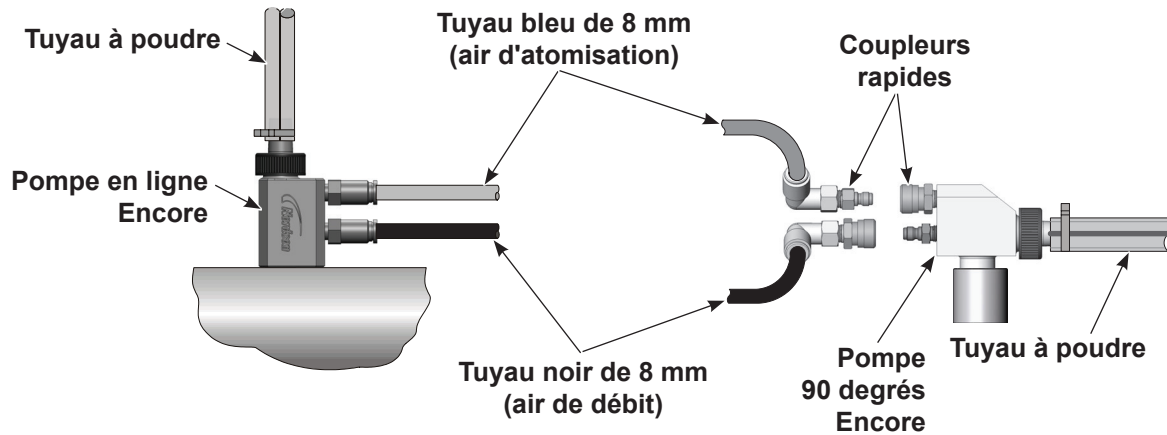

Figure 3-9 Branchements de la pompe
3. Voir la Figure 3-9. Relier les tuyaux à air aux raccords de la pompe.